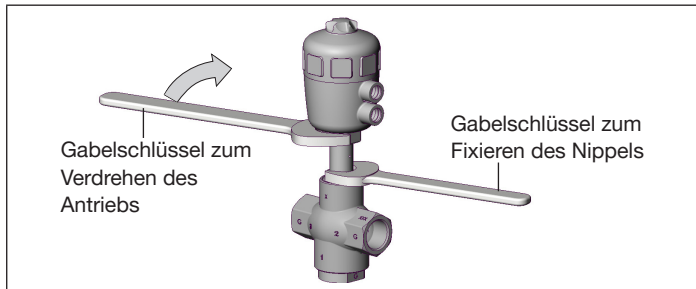

Bild 2: Drehen mit Gabelschlüssel
- Passenden Gabelschlüssel am Sechskant des Antriebs ansetzen (siehe „Bild 2“).
- ▶ Den Antrieb **nur im vorgegebenen Richtungssinn** drehen (siehe „Bild 2“).